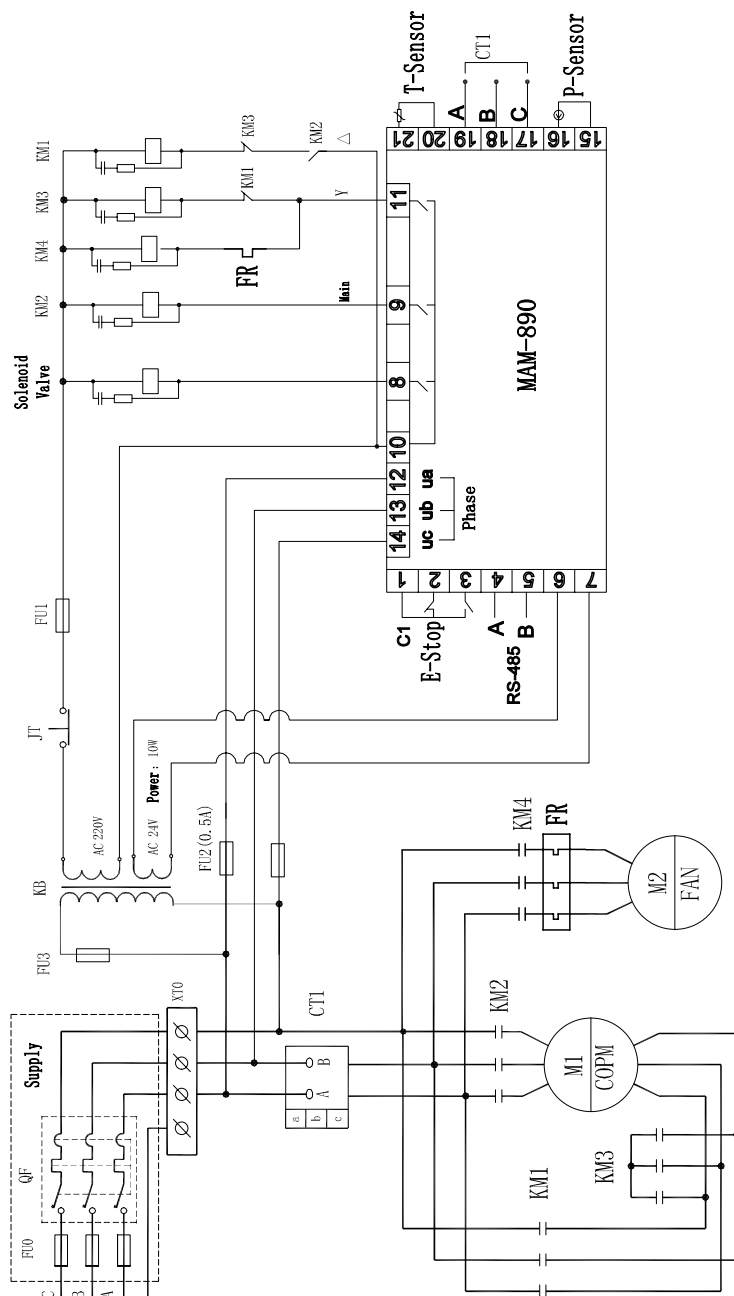

Рис. 4.5. Электрическая схема подключения звезда/треугольник
- Электрические схемы показаны на рис. 4.5.